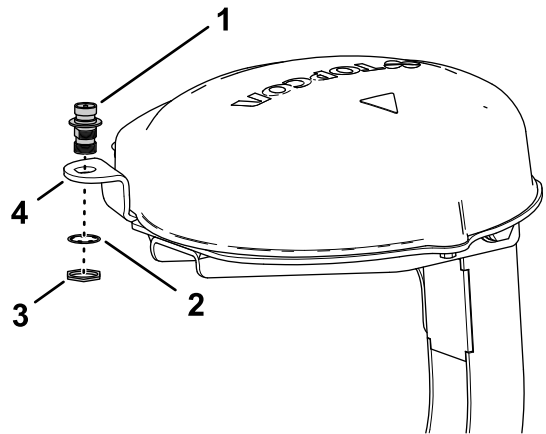

Bild 157
1. Fluchten Sie die Koaxialkupplung durch die Öffnung im RTK-Antennenflansch mit dem Schottgewinde der nach unten zeigenden Kupplung aus (Bild 157).
2. Montieren Sie die Koaxialkupplung mit der Sicherungsscheibe und der Klemmmutter am Flansch der Empfängerplatte und ziehen die Klemmmutter mit der Hand an (Bild 157).